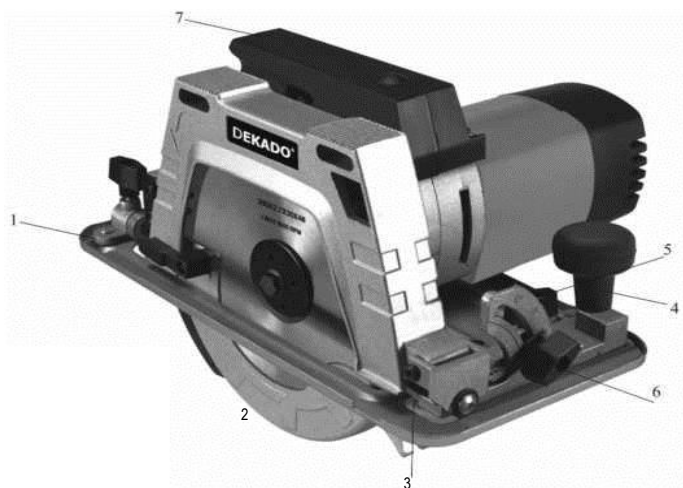

Рис. 1 Пила циркулярная
4.1. Общий вид инструмента представлен на рис. 1.